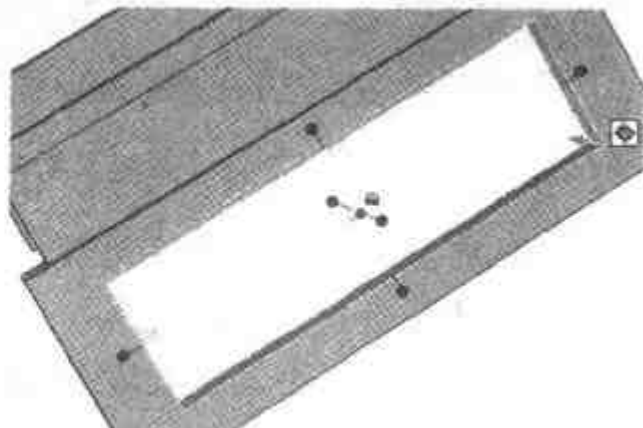

图 4.68 生成手把长方孔
- (14) 向第一个厚板的前表面中心处拖入一个【孔类长方体】图素; 修改它的前后表面分别与第一个厚板的前后表面相互重合, 并修改它的长度为 114, 宽度为 33, 结果如图 4.68 所示。